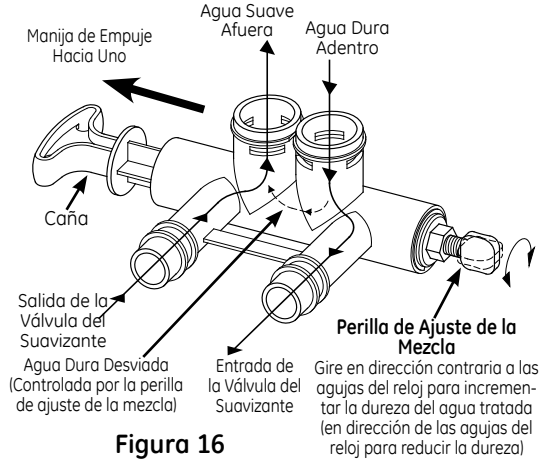

Figura 16
La perilla de ajuste de mezcla (Figura 16) le da la posibilidad de ajustar finamente la dureza del agua tratada, dejando el suavizante de agua. Si se desea un agua un poco más dura que aquella normalmente provista por el suavizante de agua, la perilla de ajuste de mezcla puede desviar un pequeño flujo de agua dura y mezclar ésta con el agua suave que entra al hogar. La cantidad de agua desviada es controlada girando una perilla de ajuste de mezcla en la tapa de la caña de la válvula.
1. Sostenga la manija de desviación para evitar que la caña de la válvula rote (lea la figura 16). Afloje la tuerca hexagonal en la perilla de ajuste de mezcla girando la tuerca hexagonal en contra de las agujas del reloj.
2. **PARA INCREMENTAR LA DUREZA:** Con la desviación en la posición del servicio (lea la figura 16), sostenga la manija para evitar que la caña de la válvula rote, y gire la perilla de ajuste de mezcla en contra de las agujas del reloj hasta 2 vueltas desde la posición cerrada. Se recomienda hacer ajustes por incrementos de un cuarto durante varias semanas, hasta que se logre el nivel de dureza deseado. **NOTA:** Una vez que se realiza un ajuste sobre la perilla de la válvula de mezcla, es posible que lleve varios días observar el cambio en la dureza del agua en los grifos o las flores del hogar. Esta demora se debe a las grandes cantidades de agua ya acondicionada en las tuberías y el calentador de agua, que se debe cambiar antes de que se observe una modificación en la dureza. Solicite que se evalúe el agua para determinar su nivel de dureza.
3. **PARA REDUCIR LA DUREZA:** Con la desviación en la posición del servicio (lea la figura 16), sostenga la manija para evitar que la caña de la válvula rote, y gire la perilla de ajuste de mezcla a favor de las agujas del reloj. Cuando la perilla ya no gire, el agua dura ya no se está mezclando en el agua suave.
4. Una vez que se logre la dureza deseada, ajuste una tuerca hexagonal (lea la figura 16) en dirección de las agujas del reloj, hasta que entre en contacto con la caña de desviación.